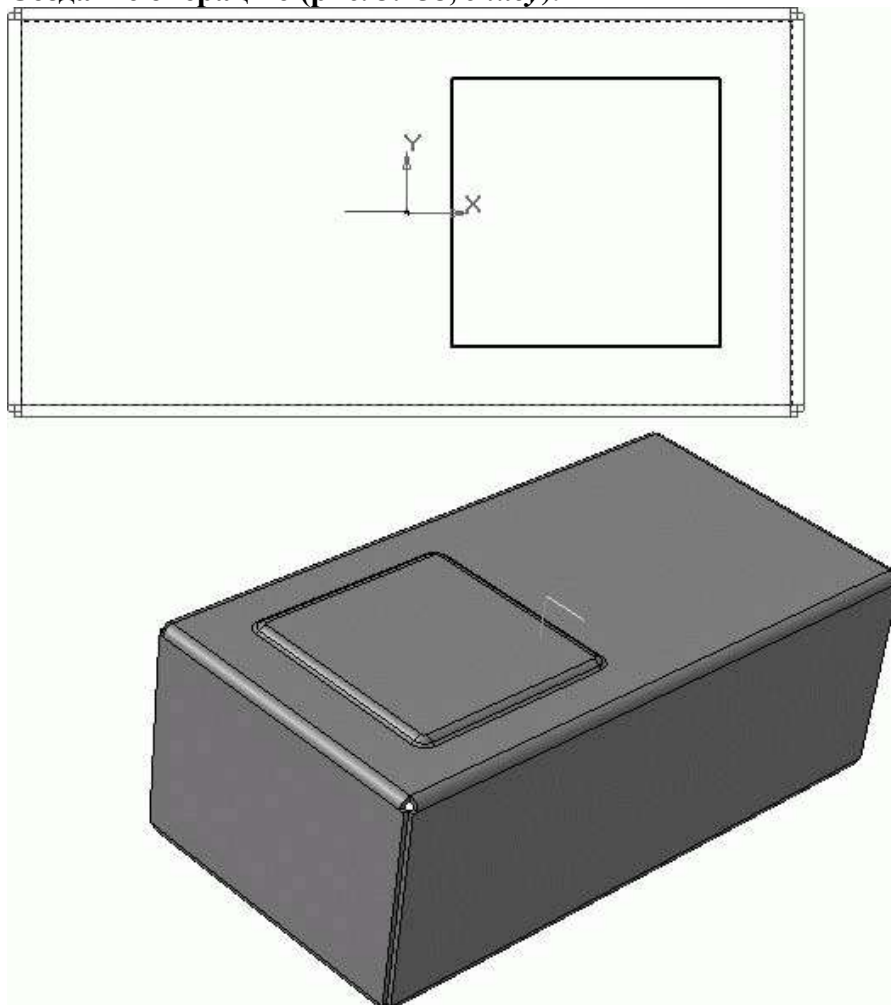

Рис. 3.158. Эскиз (*сверху*) и результат выполнения операции **Закрытая штамповка** (*снизу*)
11. Создайте очередной эскиз на внешней плоской грани нижней стенки корпуса (эта грань совпадает с плоскостью XY, с нее мы начинали построение детали). В эскизе постройте обычный прямоугольник и разместите его так, как показано на рис. 3.158, *сверху*. Повторюсь, размеры, как и точное положение данного эскиза, нам сейчас совсем не важны. Завершив построение изображения в эскизе, вызовите команду Закрытая штамповка. На панели свойств установите следующие значения параметров:
- Создайте операцию (рис. 3.158, *снизу*).